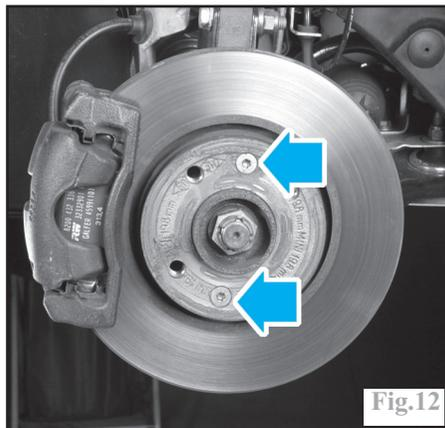

Fig.12
-les vis de fixation du disque sur le moyeu et le dégager (Fig.12).